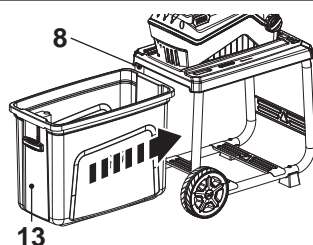

Fig. 5
1. Insérez le bac de ramassage [13] dans l'armature [8] (Fig. 5).